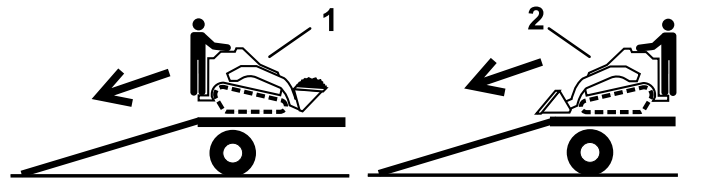

Bild 26
2. Fahren Sie beim Entladen vom Anhänger mit dem schweren Ende der Maschine auf die Rampe und befördern Sie Lasten niedrig (**Bild 26**).